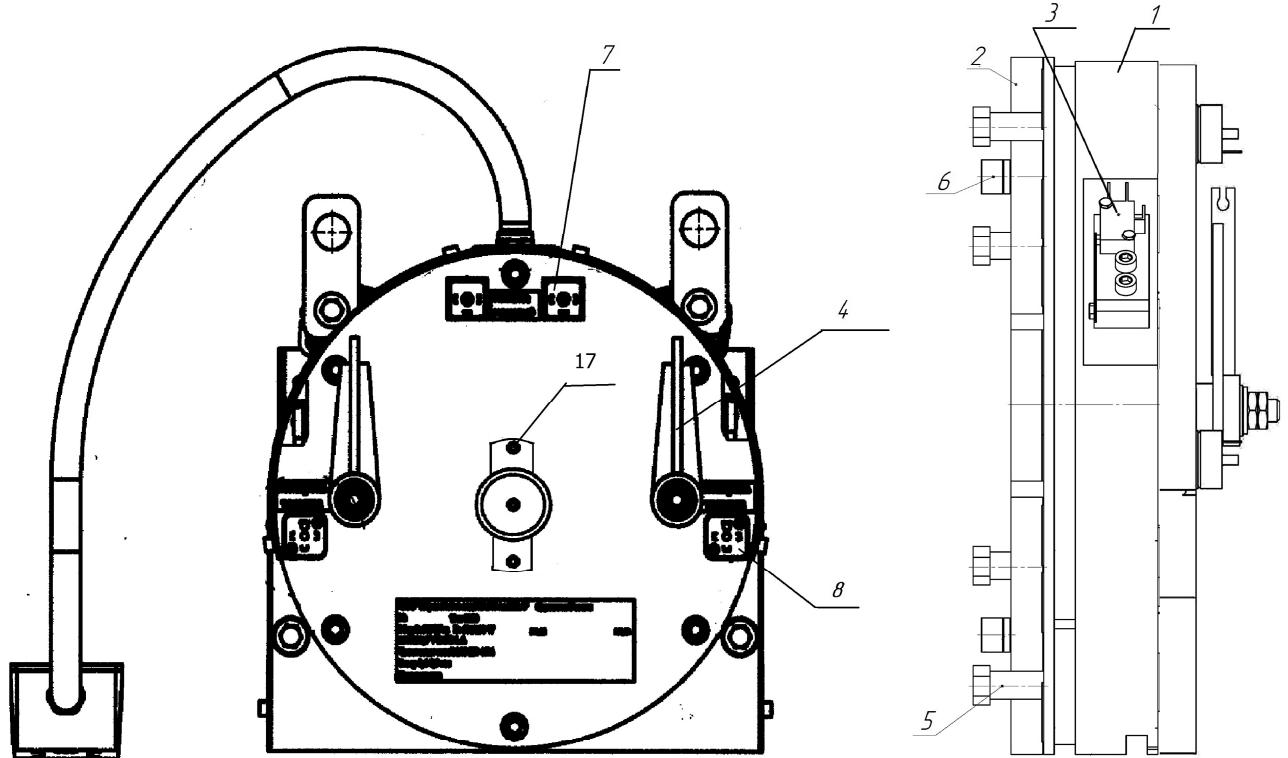

Рис.4. Тормоз
Тормоз состоит из корпуса тормоза (1) см. рис. 4, двух полудисков тормоза (2), двух рычагов растормаживания (4), системы контроля срабатывания магнита (3) см. Рис5.
Шаг 4. Открутите два винта крепления крышки для энкодера см. Рис. 4 поз. 11 и снимите энкодер вместе с крышкой для энкодера.